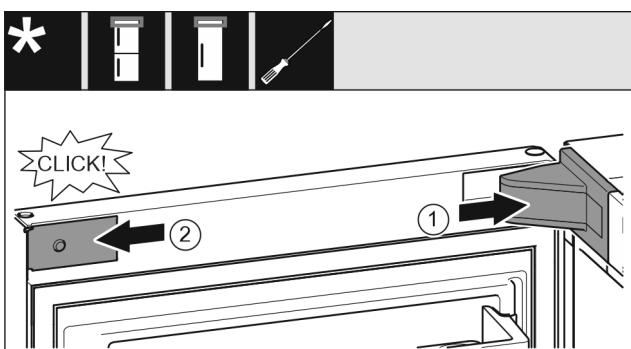

Fig. 21
- Namestite pokrov ležajnega podstavka Fig. 21 (1) in ga zaskočite, po potrebi ga previdno potisnite narazen.
- Namestite zaslonko Fig. 21 (2) in jo zataknite.